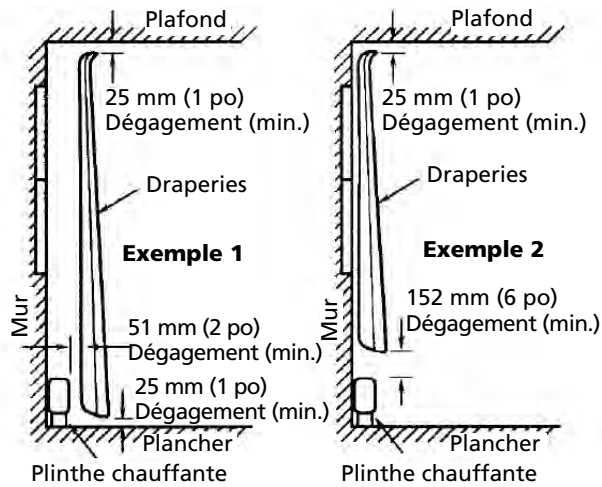

Figure 2 – Position des draperies à proximité de la plinthe chauffante
6. Pour une utilisation efficace, il est conseillé de prévoir un dégagement de 6 po (152 mm) au minimum, au-dessus et devant la plinthe chauffante en tout temps. Voir la Figure 2 pour connaître le dégagement minimum par rapport à des draperies.
Certains tissus, pour la plupart synthétiques ou organiques, se décolorent avec le temps ou sous l'effet de la lumière indirecte du soleil ou encore de la température normale d'une pièce. Ils subissent une décoloration plus rapide s'ils sont exposés à la lumière directe du soleil ou à des courants d'air chaud. Suspending les draperies de manière à prévoir un dégagement de 51 mm (2 po) au minimum entre l'avant de la plinthe chauffante et les replis les plus proches des draperies, comme l'indique l'exemple 1 de la Figure 2, ou un dégagement de 152 mm (6 po) entre la partie supérieure de la plinthe chauffante et la partie inférieure des draperies, comme l'indique l'exemple 2 de la Figure 2. Prévoir un dégagement de 25 mm (1 po) au minimum entre les draperies et le plafond et la partie supérieure du revêtement de plancher pour permettre une circulation de l'air, comme l'indique l'exemple 1 de la Figure 2.